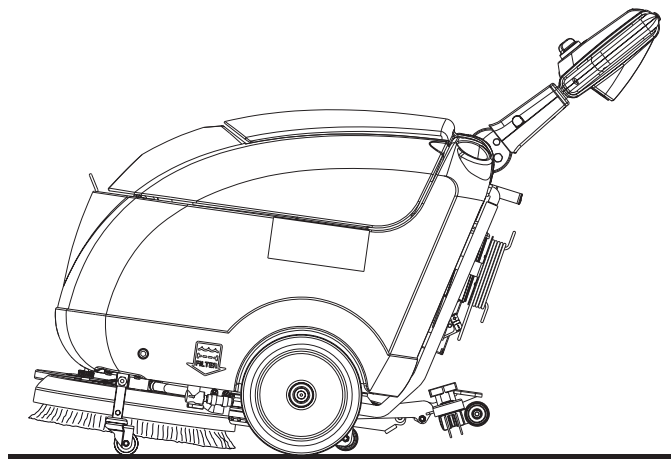

Abbildung 3
9. Die Bürstenbetätigungshebel (60) und die Freigabetaste (59) loslassen.
10. Drehknopf (52) auf „0“ stellen.
11. Zum Einschalten des Geräts, den Hauptschalter (3) auf „0“ stellen.
12. Netzkabelstecker (21) vom Stromnetz trennen und auf den Halter wickeln.
13. Arretierstift (24) betätigen und Bürste/Padhalter durch Einführen der Transport-/Parkvorrichtung (23a) anheben (siehe Abb. 3).
1. Zum Einschalten des Geräts, den Hauptschalter (3) auf „0“ stellen.
2. Netzkabelstecker (21) vom Stromnetz trennen und auf den Halter wickeln.
3. Die Sauglippe (46) heben.
4. Arretierstift (24) betätigen und Bürste/Padhalter durch Einführen der Transport-/Parkvorrichtung (23a) anheben (Abb. 3).
6. Damit Bürste/Pad nach Arbeitsende nicht über den Boden gezogen werden und Feuchtigkeitsspuren zurücklassen, wird empfohlen Bürste/Pad aus dem Kopf auszuhängen (für den Vorgang, siehe Verfahren hier unten) und die Gruppe dann am vorderen Halter (33) aufzuhängen.